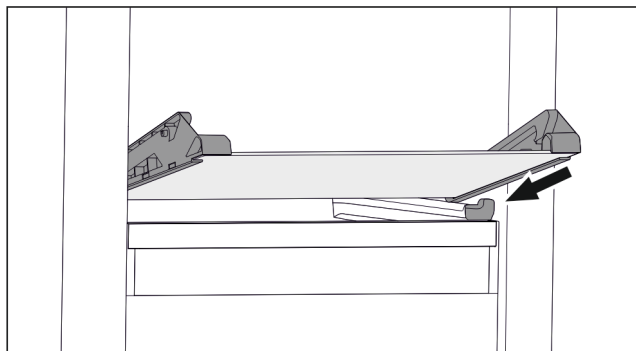

Fig. 73 Staklena ploča nagibne ladice
- ▶ Stavite ladicu ukoso iza zaustavljača. (pogledajte Fig. 73)